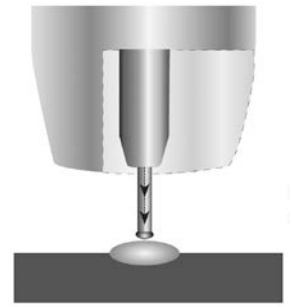

Fig. 32
6. La vitesse d'alimentation du fil vient contre la chaleur de l'arc et le fil approche de nouveau de la pièce afin de court-circuiter et reprendre le cycle (fig. 32).